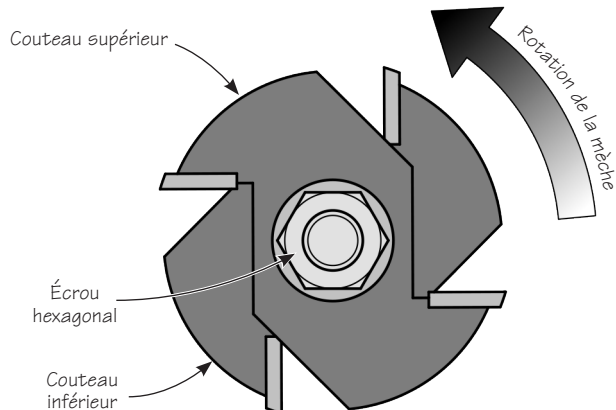

Figure 7 : Orientation de deux coupeaux adjacents
1. Lorsque vous assemblez plusieurs coupeaux sur l'arbre, assurez-vous d'orienter les coupeaux adjacents à 90° l'un de l'autre. Voir la **figure 7**. Cet assemblage empêche les dents au carbure d'entrer en contact avec les autres dents ou les lames des coupeaux. De plus, la mèche est beaucoup plus équilibrée.
3. Assurez-vous d'installer les coupeaux dans la bonne direction. Vue de haut, la mèche tourne dans le sens antihoraire. Voir la **figure 7**.